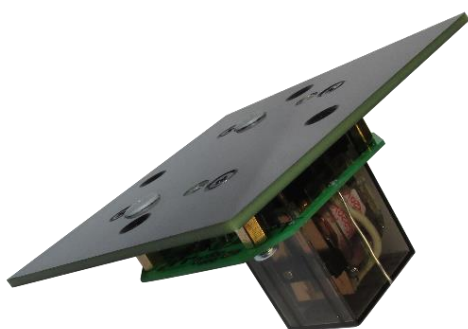

Рисунок 1. Монтажная панель с блоком управления и промежуточным реле.
- блок управления (рис.1), содержит кнопки On/Off, схему управления, промежуточное реле, коммутирующее нагрузку;
- монтажная панель (рис.1) предназначена для крепления к монтажной коробке (или плоской поверхности), к монтажной панели крепится так же блок управления;